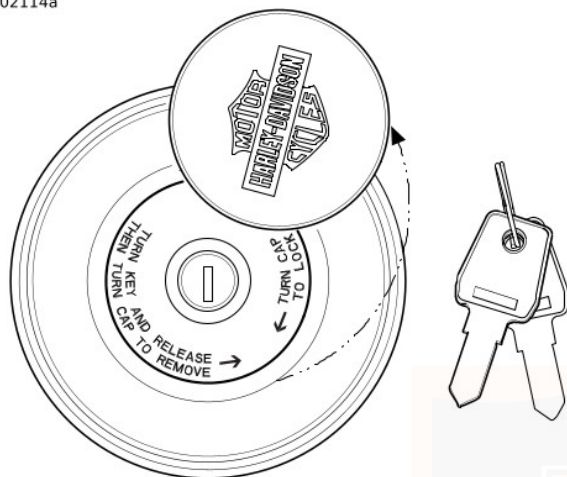

Figura 8. Blocco del tappo del serbatoio del combustibile
1. Vedere Figura 8. Ruotare il coperchio a scatto per accedere al blocco con chiave.